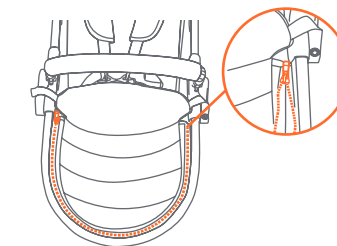
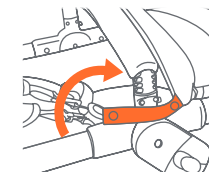

Fig. 5a
Fig. 5b
- 5) • À l'aide de la fermeture à glissière, fixez la housse protectrice contre le froid au cadre de la poussette (Fig. 5a). Enroulez les courroies autour de la barre de pare-chocs et enclenchez les boutons de fermeture des courroies (Fig. 5b).